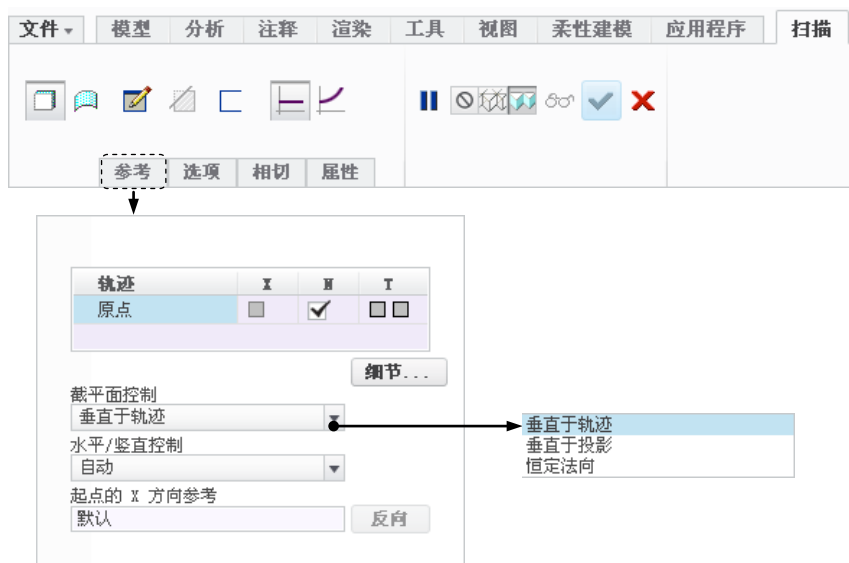
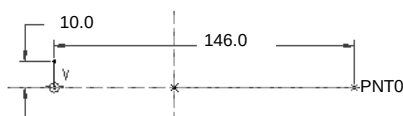

图 3.4.12 “扫描”操控板
图 3.4.13 截面草图
- (1) 单击 **模型** 功能选项卡 **形状** 区域中的  按钮，系统弹出图 3.4.12 所示的“扫描”操控板。
- (2) 定义扫描特征类型。在操控板中按下“曲面”类型按钮和按钮。
- (3) 定义扫描轨迹。单击操控板中的 **参考** 按钮，在弹出的界面中，选取前面创建的基准曲线——圆作为原始轨迹。
- (4) 定义扫描中的截面控制。在 **参考** 界面的 **截平面控制** 下拉列表框中选择 **垂直于轨迹** 选项。
- (5) 创建特征截面。
- ① 在操控板中单击按钮；进入草绘环境后，选取基准点 PNT0 为参考，创建图 3.4.13 所示的截面——直线（直线段到基准点 PNT0 的距离值将由关系式定义）。
- ② 定义关系。单击 **工具** 功能选项卡 **模型意图** 区域中的 **d=关系** 按钮，在弹出的“关系”对话框的编辑区输入关系式 $sd5=evalgraph("cam1", trajpar*360)$ ，并单击 **确定** 按钮；结